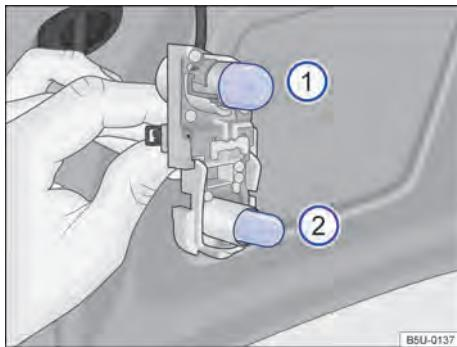

Fig. 160 No suporte das lâmpadas: localização das lâmpadas.
- ⑤ Para remover a lâmpada incandescente queimada **1** → Fig. 160, pressionar a lâmpada contra o suporte e girar, ao mesmo tempo, no sentido anti-horário.
- ⑥ Para remover a lâmpada incandescente queimada **2** → Fig. 160, puxar a lâmpada do suporte para removê-la.
- ⑦ Substituir a lâmpada incandescente queimada por uma lâmpada incandescente nova do mesmo modelo.
- ⑧ Para inserir a lâmpada nova **1** no suporte, pressionar a lâmpada e girar, ao mesmo tempo, no sentido horário, até o batente.
- 9) Para inserir a lâmpada nova ② no suporte, encaixar e empurrar a lâmpada no suporte.
A localização e a identificação das lâmpadas incandescentes → Fig. 160 estão relacionadas a seguir: